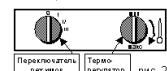

рис. 2
5.3. На рис. 2 показана панель управления ТПЦ-30.